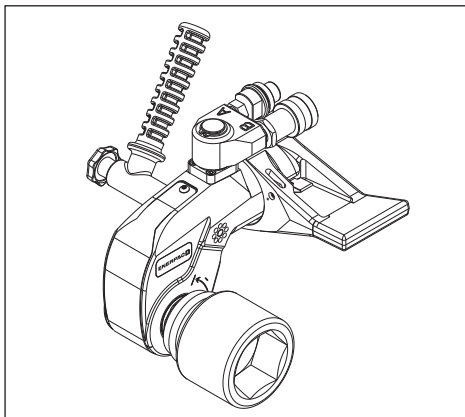

Abb. 8
4.3.1 Festziehen einer Mutter oder Schraube (Abb. 8 und 9)
- Bringen Sie den Abstützarm (6) in der für Ihre Anwendung erforderlichen Position am Drehmomentschlüssel an.
- Positionieren Sie den Fuß des Abstützarms (6) gegen ein geeignetes Widerlager (18). Das Widerlager wirkt der durch das Werkzeug verursachten Kraft entgegen.